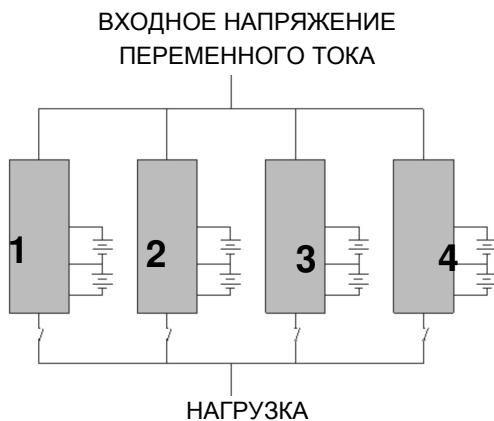
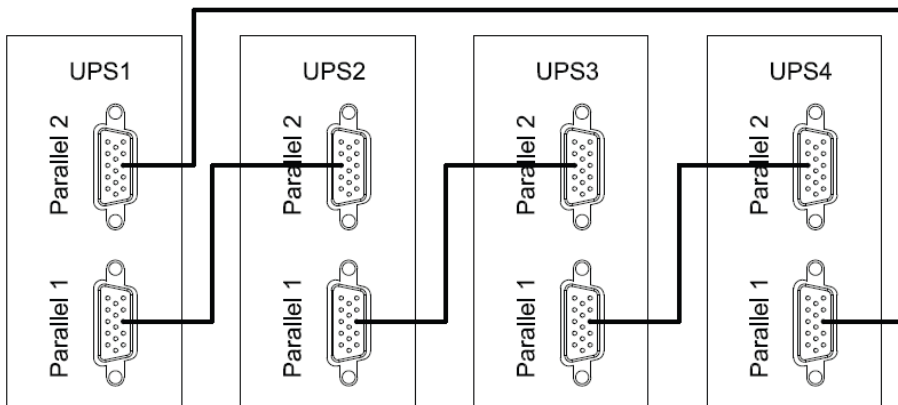

Рисунок 24 — Схема подключения изделий в систему параллельного резервирования.
Рисунок 25 — Схема соединения изделий в «кольцо» через параллельные порты.
**Изделие может функционировать** в системе бесперебойного питания с параллельным резервированием (см. рисунок 24 и рисунок 25), целью которого является либо повышение надежности (резервирование), либо увеличение общей выходной мощности (масштабирование).